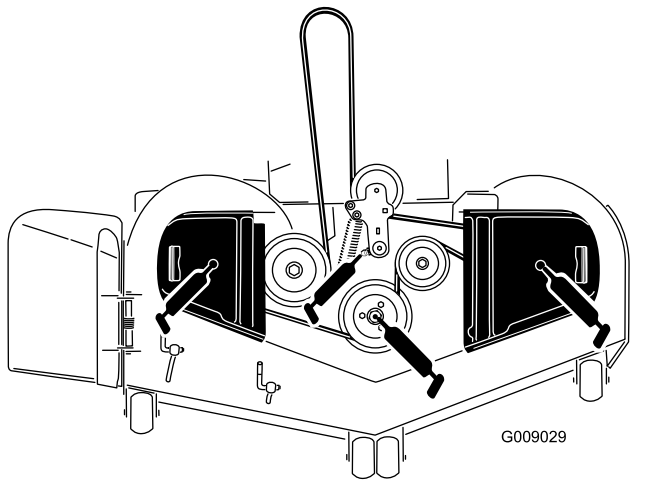

Figura 48
3. Engrase el pivote de la polea tensora de la carcasa de corte hasta que salga grasa por el extremo inferior (Figura 48).
4. Si su máquina tiene ejes engrasables, engrase los cojinetes de los 3 ejes hasta que salga grasa de las juntas inferiores (Figura 48).